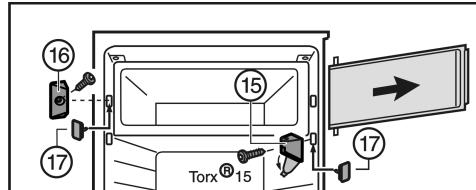

Fig. 6
- Togliere il coperchio nel blocco di supporto Fig. 6 (15).
- Svitare il blocco di supporto Fig. 6 (15) con la porta dello scomparto.
► Svitare Fig. 6 (16) l'elemento di chiusura.
► Chiudere i fori ora liberi con i tappi Fig. 6 (17) in dotazione.